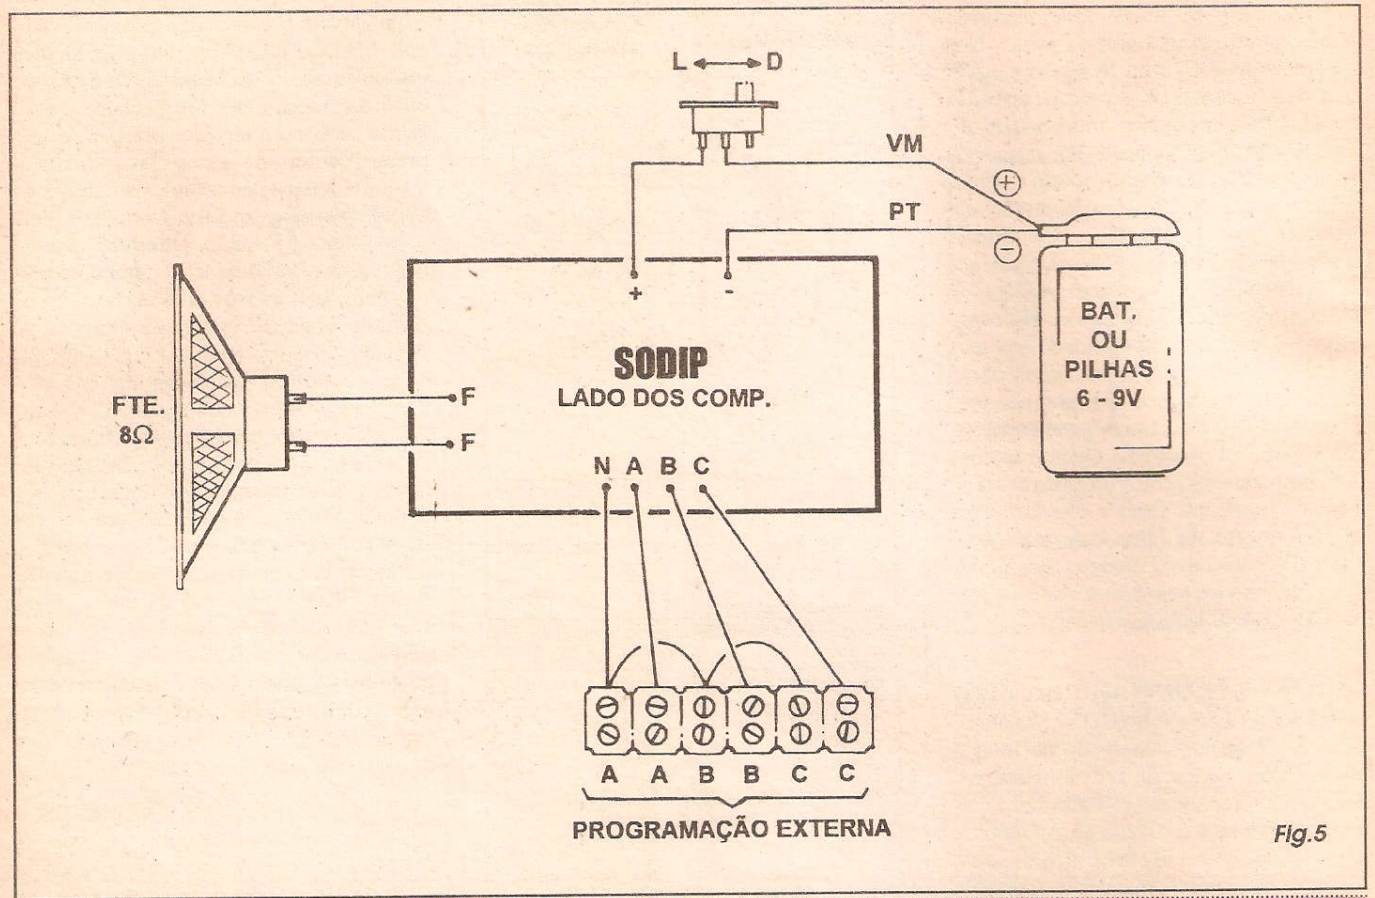

Fig.5
- FIG. 5 - CONEXÕES EXTERNAS À PLACA - As conexões aos importantes módulos de energia, saída e programação do SODIP são vistas no diagrama, que traz a placa ainda pela sua face não cobreada, porém agora com ênfase nas ligações periféricas... Atenção às conexões da alimentação, que são polarizadas, guardando o código convencional de fio **vermelho** para o **positivo** e fio **preto** para o **negativo**... O interruptor geral (chavinha H-H) deve ser intercalado no caminho do **positivo** (**vermelho**)... Os terminais dos alto-falante podem ser ligados, indiferentemente, aos pontos F-F da placa... O item que demanda maior dose de atenção e cuidado concentra-se nas conexões à barra de programação externa, ou seja: o conjunto de terminais parafusáveis tipo *Sindal*... Notar que os 6 segmentos da barra podem ser divididos em três pares (A-A, B-B e C-C...). O ponto N da placa deve ser ligado a *um* dos segmentos de *cada um* desses três pares... Os segmentos restantes são ligados, pela ordem, aos pontos A-B-C da placa, devendo todas as ligações serem feitas com cabinho isolado flexível... Se o leitor/*aluno* pretender *agasalhar* o circuito numa caixinha específica, deverá considerar os comprimentos da fiação em função das dimensões e formas do *container*, porém *sempre* (como recomendamos à exaustão...) procurando manter os condutores tão curtos quanto o permitir a instalação/acomodação definitiva...